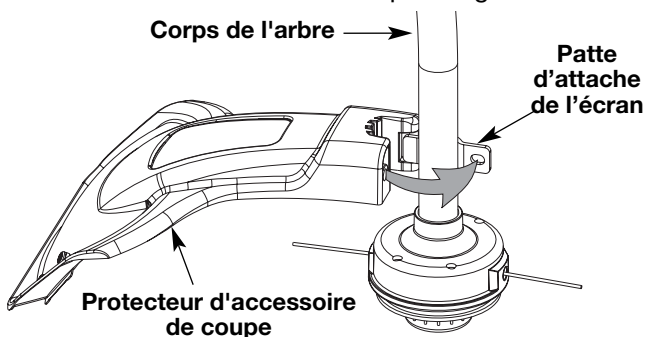

Fig. 2
1. Placez l'écran de l'accessoire de coupe sur le logement de l'arbre. Veillez à ce que la patte d'attache de l'écran glisse dans l'encoche au bord de l'écran de coupe. Tournez l'écran dans le sens contraire des aiguilles d'une montre (Fig. 2) pour le mettre en place. Les trous dans la patte d'attache de l'écran et l'accessoire de coupe s'aligneront.